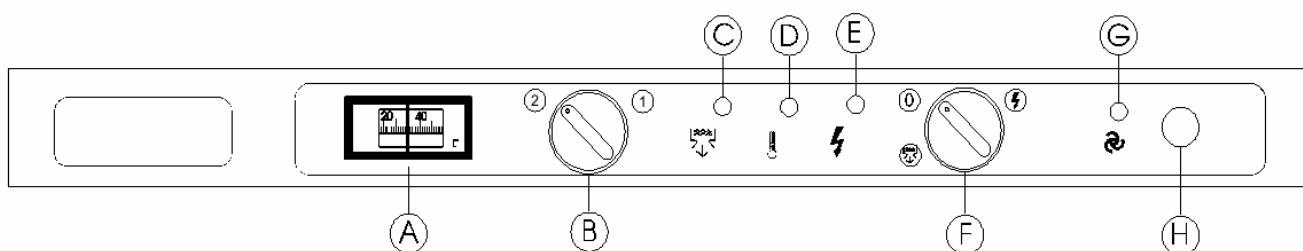

Abb. 2
- Wenn das Elektroventil für die Füllung funktioniert und im Falle von Modellen mit eingebauten Pumpen, die Nachspülpumpe. Es ist der normale Arbeitsablauf der Laugenpumpe, die vorsieht, das überschüssige Wasser im Tank in der Phase des Nachspülens durch den Überlauf abzupumpen. Dieser Arbeitsvorgang wird durch die Kontroll-Leuchte (C) signalisiert.
- Wenn man den Schalter (F) auf Position mit dem Symbol  Abb. 2 bringt. In diesem Fall muß das Überflußrohr herausgenommen werden, um die komplette Entleerung des Tanks zu ermöglichen. Der Vorgang wird durch die Anzeige (C) angezeigt. Dieser Vorgang kann auch bei geöffneter Türe vorgenommen werden. Nach Beendigung des Arbeitsganges Schalter (F) auf Position (0) bringen.
- Bei den Modellen AF61 PSW und AF78 PSW funktioniert die Laugenpumpe auch bei Füllung des BREAK TANKS. Dieses ist notwendig, um das überschüssige Wasser abzupumpen, das eventuell über den Wasserstand des BREAK TANKS hinaus geht und über den Überlauf in den Tank fließt. Der Vorgang wird durch die Anzeige (C) angezeigt.